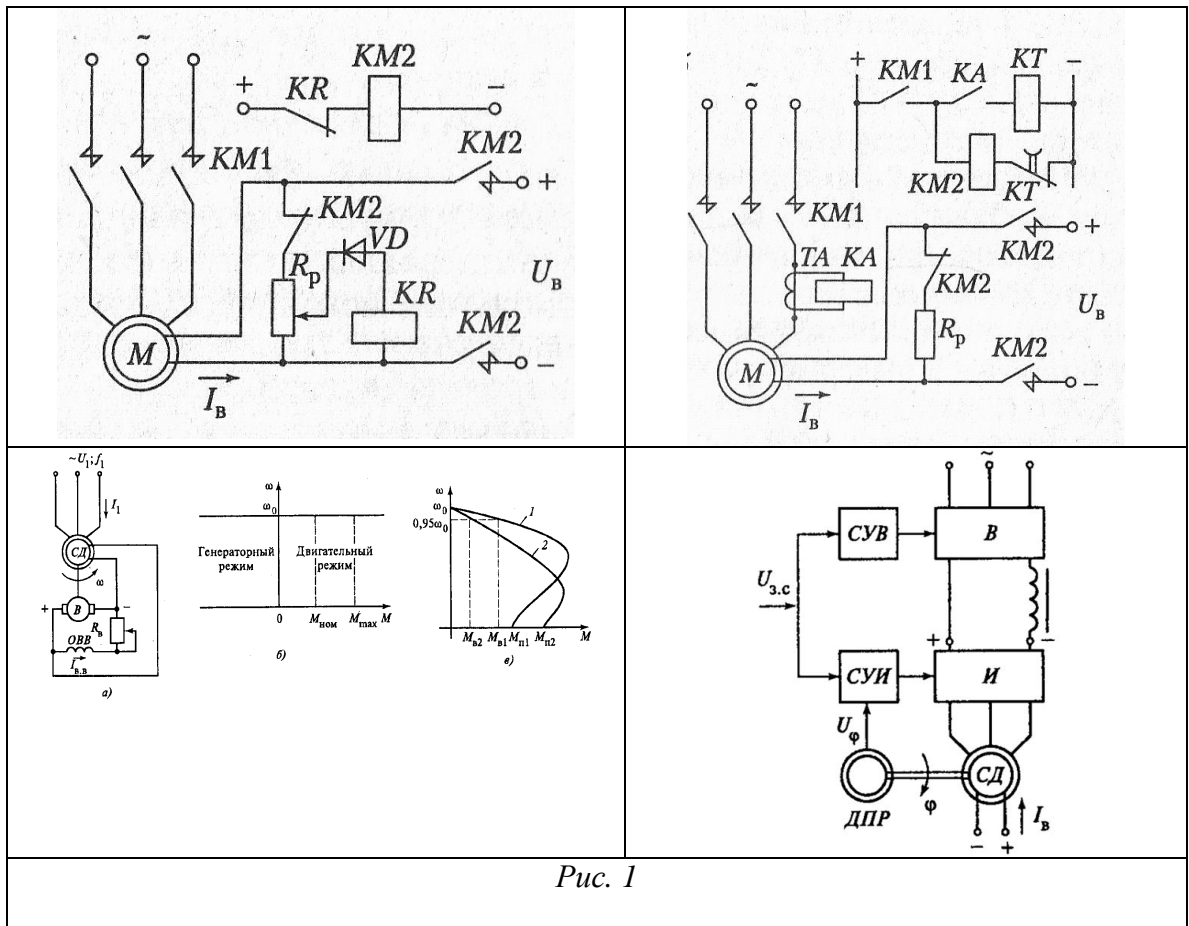

Рис. 1
1. *Указать элементы электрической принципиальной схемы (для одной из предложенных схем), объяснить процесс пуска электродвигателя; возможности регулирования частоты вращения; способы электрического торможения, примененные в схеме; виды защит и способы реализации данных защит в схеме; особенности работы данного электропривода. Схемы показаны на рис. 1*